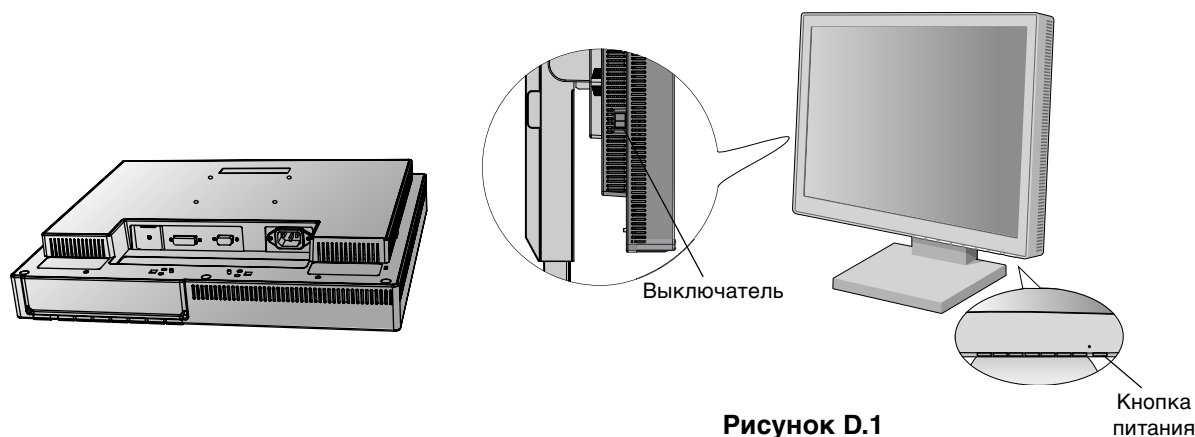

Рисунок D.1
5. Выключатель с левой стороны монитора должен быть включен. Включите монитор с помощью кнопки питания (**Рисунок D.1**) и компьютер.